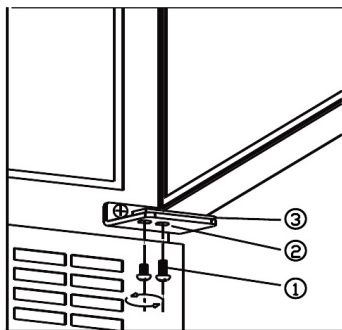

fig. 6.1
- Démontez les vis (1). **SOUTENEZ LA PORTE !** Voir fig. 6.1.